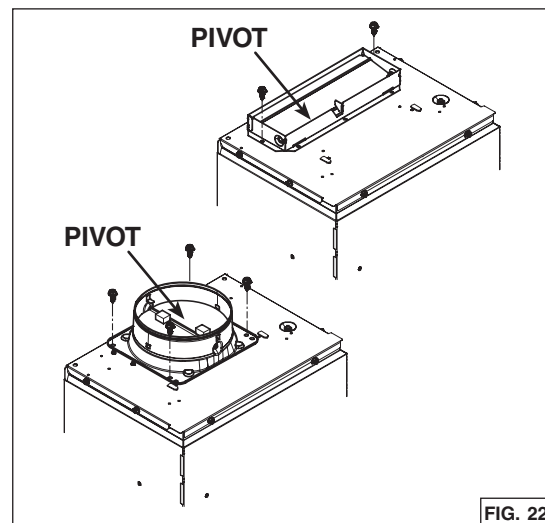

FIG. 22
- Pour un conduit rectangulaire, utiliser 2 vis à métaux no. 8-18 x 1/4 po (incluses) pour fixer l'adaptateur/volet de 3/4 po x 10 po (inclus) sur le dessus de l'appareil, par dessus l'ouverture d'évacuation du ventilateur (FIG. 22).